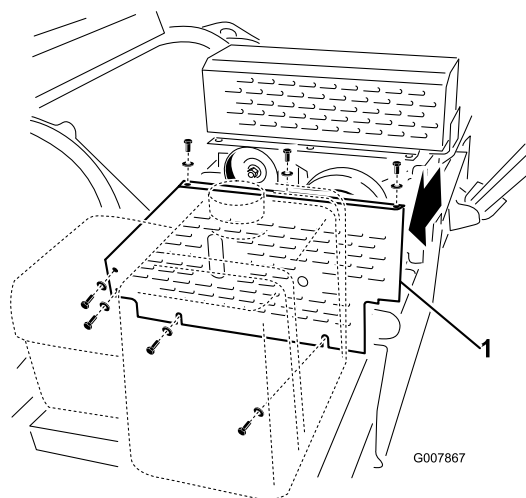

Figure 54
1. Retirez le couvercle de courroie (Figure 54).